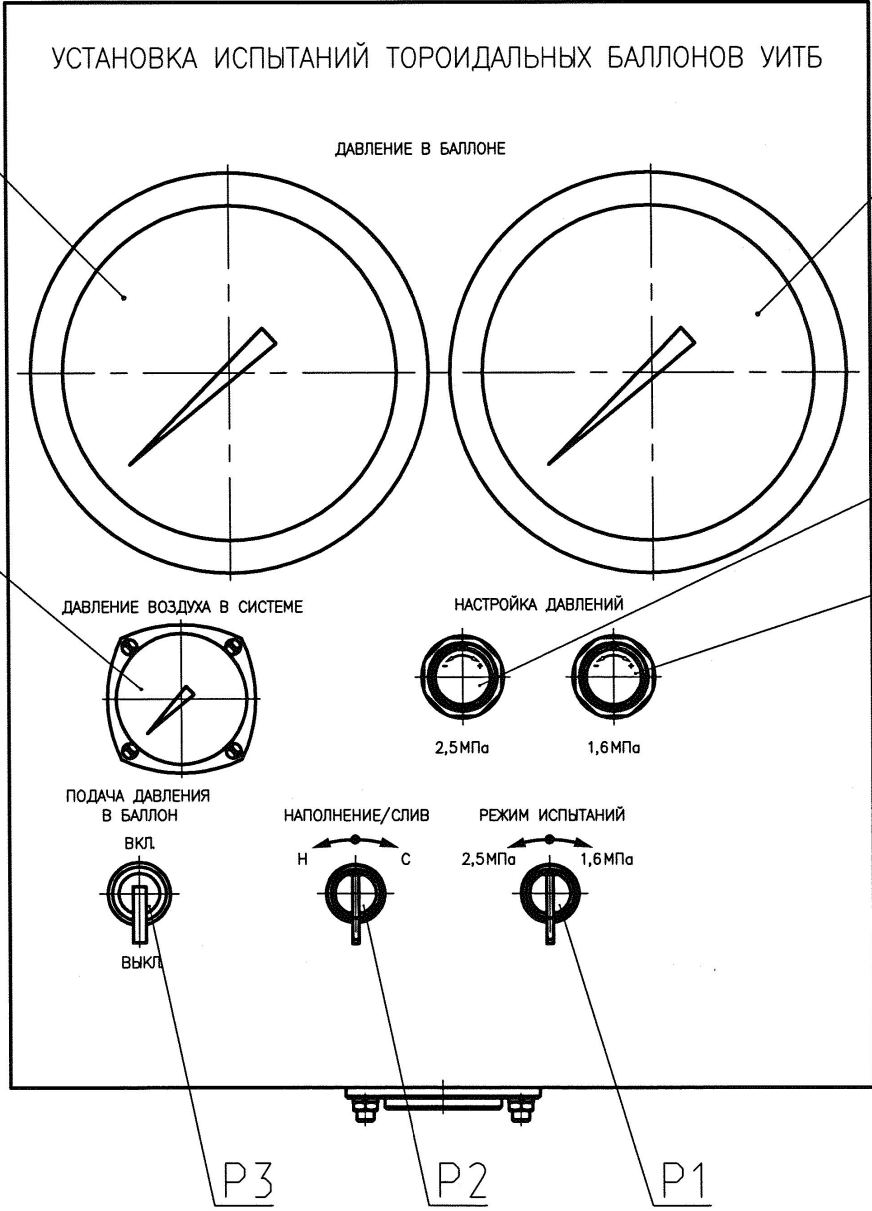

Рисунок 3 - Пульт управления
1.3.1.2 Пульт управления (рисунок 3) предназначен для управления технологическими операциями, входящими в процесс гидроиспытания, в определенной технологической последовательности.
Перв. примен.	<p>1.3.2 Работа установки</p> <p>1.3.2.1 Рекомендации по установке.</p> <ul style="list-style-type: none"> - Предварительно выставить плоскость платформы горизонтально с помощью регулируемых ножек и уровня. - Подключить коммуникации к фитингам на установке в соответствии с приведенными надписями над патрубками («выход на свечу», «слив», «вода», «воздух»). - К фитингу вода подвести коммуникации с холодной водой, при необходимости проведения дегазации также предусмотреть подвод к фитингу «вода» коммуникаций с водой температурой не ниже 85°. - Маховиком блока подготовки воздуха 4 (рисунок 4) выставить давление воздуха в системе 0,6 МПа контроль по манометру М1 (рисунок 3).
Подпись и дата	<p>1.3.2.4 Наполнение емкости баллона водой:</p> <ul style="list-style-type: none"> а) управление процессом наполнения осуществляется путем включения пневмораспределителя «НАПОЛНЕНИЕ/СЛИВ» Р2 из нейтрального положения в положение «Н» (рисунок 3); б) контроль наполнения по индикатору (рисунок 4) 5, баллон наполнен как только всплыл поплавок индикатора; в) по завершению наполнения пневмораспределитель Р1 перевести в нейтральное положение.
Перв. примен.	<p>2.3 Использование изделия</p> <p>2.3.1 Проверить правильность подсоединения всех коммуникаций установки согласно схемы (рисунок 9) и надписями на корпусе установки («выход на свечу», «слив», «вода», «воздух»).</p> <p>2.3.2 Регулятором давления 4 на блоке автоматики (рисунок 4) выставить давление 0,6МПа, контроль по манометру на пульте управления «давление воздуха в системе» (рисунок 3).</p> <p>2.3.3 Подключить струбцину к баллону.</p> <p>2.3.4 Для наполнения водой гидроцилиндра преобразователя необходимо включить пневмораспределитель (рисунок 3) Р2 из нейтрального положения в положение «Н», пневмораспределитель Р1 из нейтрального положения переключить в положение «2,5 МПа», переключить пневмораспределитель Р3 «ПОДАЧА ДАВЛЕНИЯ В БАЛЛОН» в положение «ВКЛ», для полного удаления из гидростанции 6 (рисунок 4) воздушной пробки произвести включение – выключение распределителя Р3 несколько раз.</p> <p>2.3.5 Гидравлические испытания баллонов на прочность, пробным давлением 2,5 МПа, производить в течение времени необходимого для осмотра, но не менее 5 мин. Утечки, падение давления не допускаются.</p> <p>ВНИМАНИЕ! Не отсоединять струбцину до полного выхода воздуха из баллона.</p>